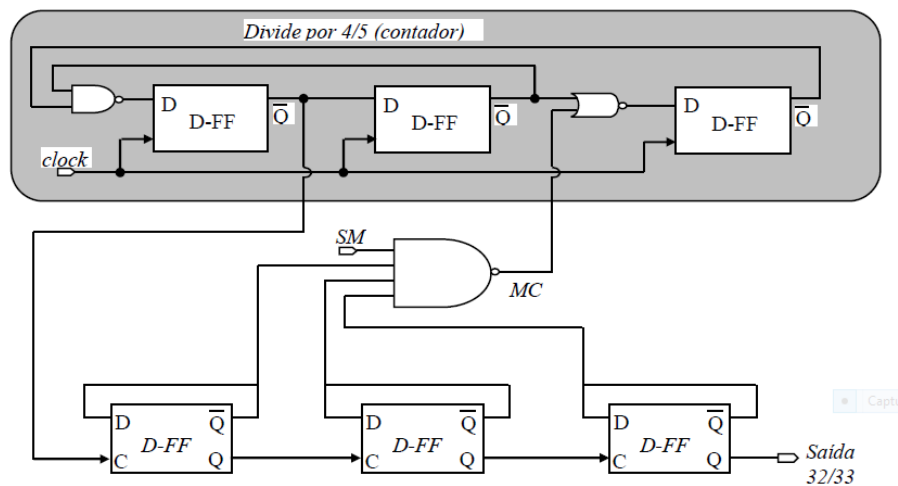

Figura 1: Prescaler 32/33
1. Considere o circuito da **Figura 1** (circuito prescaler).
Desenhe o circuito completo do esquemático da **Figura 1** utilizando as células DF1, NAND23, NOR23 e NAND40. Como sinais de entrada ele deve ter o *clock* e *SM*; como sinal de saída, *saida32_33* (divide o *clock* por 32 ou 33).
11. Voltando ao circuito da **Figura 1**, extrair a partir do esquemático o *netlist* e determinar a máxima velocidade para os modelos típico e *worstspeed* (o circuito deve dividir o *clock* por 32, para SM = "0", ou por 33, para SM = "1"). Use o comando *measure*, compare as frequências obtidas nos dois modelos e comente os resultados.
12. A partir do *layout* do circuito da **Figura 1**, extrair o circuito para simulação com apenas capacitores. Determinar a máxima velocidade do circuito para o modelo típico e para o modelo *worstspeed*.